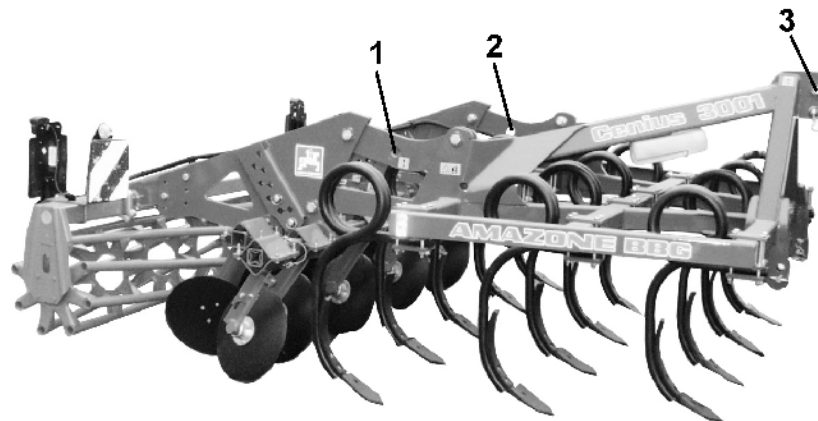

Fig. 2
- Cenius 3001 har 3 løftepunkter (Fig. 2/1,2,3) for løftestropper!